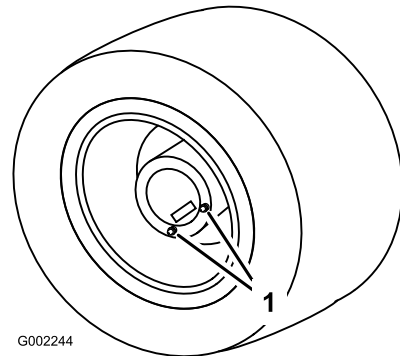

Figura 80
1. Coloque o pulverizador numa superfície nivelada com as rodas traseiras na posição de drenagem (Figura 80).
- Coloque um recipiente debaixo dos tampões de escoamento e retire-os da roda (Figura 80).